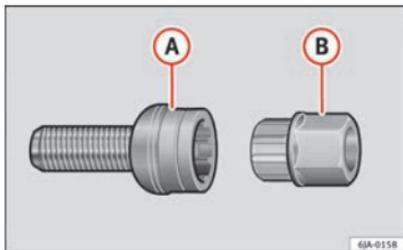

Fig. 141 Parafusos de segurança para rodas com adaptador
- Introduza o adaptador (B) ⇒ Fig. 141 com o lado dentado até acima na parte dentada interior do parafuso de segurança para rodas de modo (A) a que apenas sobressaia o hexágono exterior.
- Aplique a chave de roda até ao topo do adaptador (B).